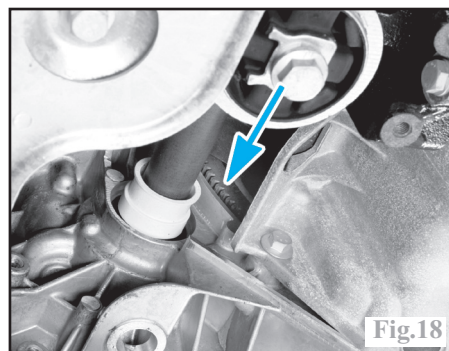

Fig.18
-la poulie de vilebrequin, en immobilisant le volant moteur à l'aide d'un gros tournevis, introduit dans l'ouverture du carter d'embrayage, après avoir déposé le cache de celui-ci (Fig.18), derrière le moteur.